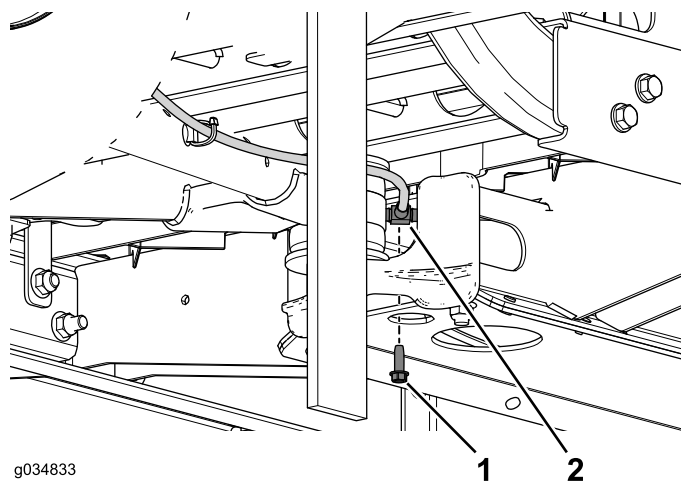

Figura 18
5. Remova o parafuso autorroscante que prende a união em T da linha do travão ao canal central (Figura 18).